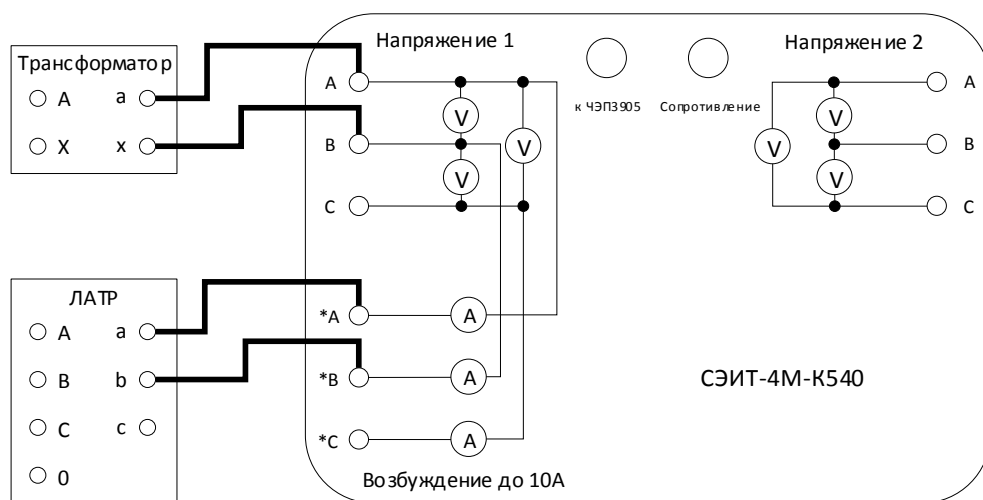

Рис. 12. Схема соединений для опыта холостого хода однофазного трансформатора.
5.3.1.3. Для проведения опыта с однофазным трансформатором собирается схема, представленная на рис. 12.